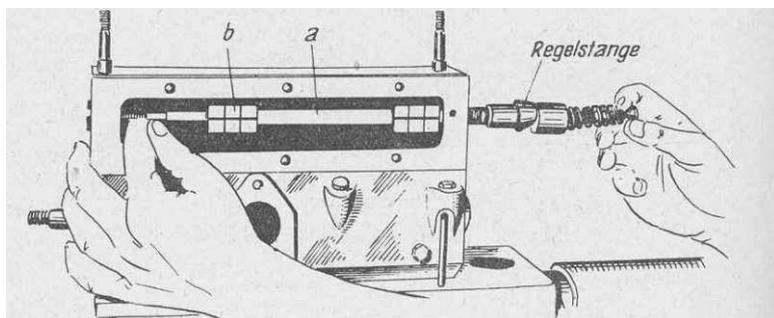

Bild 5 Regelstange wird herausgenommen a – Regelstange, b- Klemmstück
2. Regelstange herausnehmen, zunächst die Klemmschrauben b und die Mahden-Schraube (Gewindestift) lösen (Bild 5). Danach lässt sich die Regelstange ohne weiteres herausziehen. Dabei müssen die Klemmschrauben ganz heraus genommen werden.